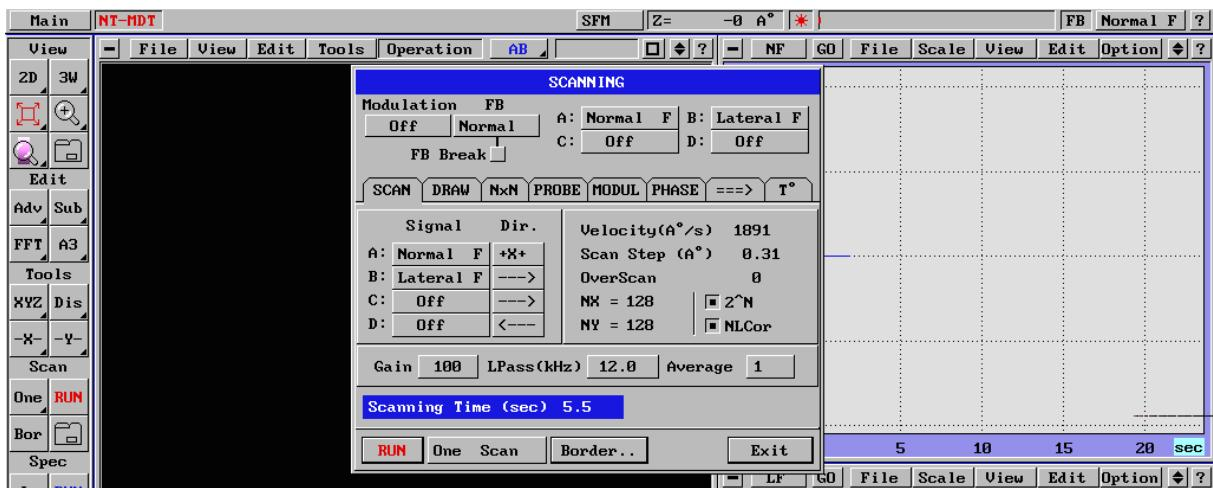

Fig. 181
- Velocity = max (Fig. 181)
- Step (A) - 0.2-0.5 (Fig. 181)
- NX xNY = 128 x 128 (Fig. 181)
- NL Corr - on (Fig. 181)
- A: Scan dir - +X+ (Fig. 181)
- B: Scan dir - → (Fig. 181)
- Gain = 100 (Fig. 181)
- Average = 1 (Fig. 181)